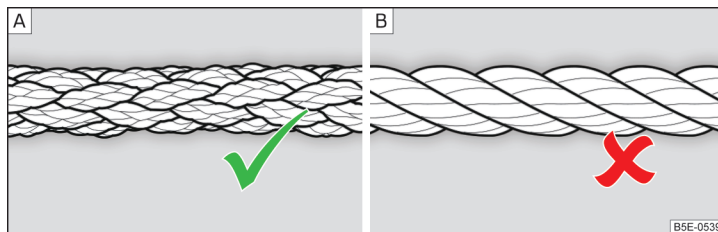

Fig. 189 Cablul de tractare împletit/cablul de tractare înfășurat
Pentru tractarea cu ajutorul unui cablu se va utiliza numai un cablu de tractare din fibre sintetice, împletit » fig. 189 - **A** » .
- La tractare nu utilizați cablu de tractare înfășurat » **fig. 189** - **B**, cârligul de tractare s-ar putea desface la autovehicul - există pericol de accident.